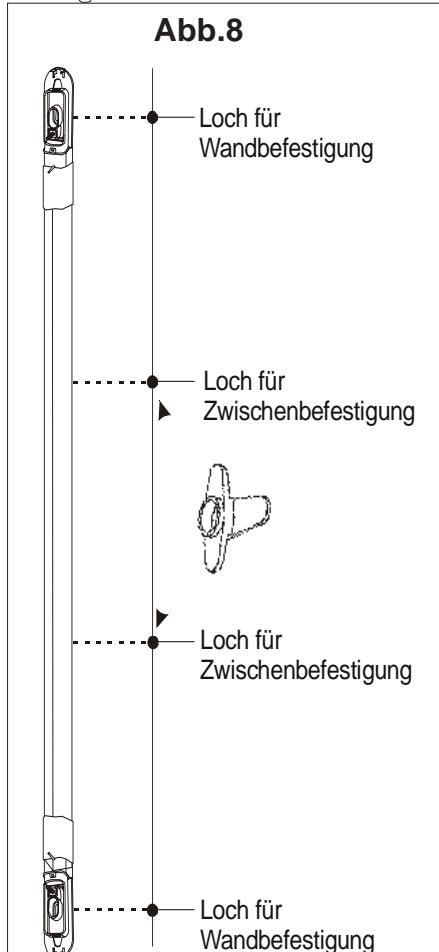

Abb.8
- Mit einem Schraubenzieher die Flügel der Zwischenbefestigungen eindrücken und dabei drehen (Abb.8)